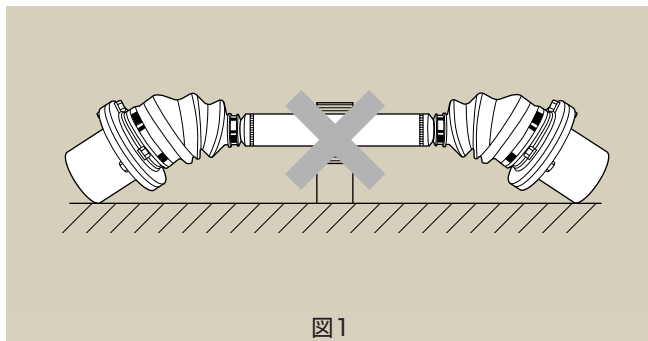
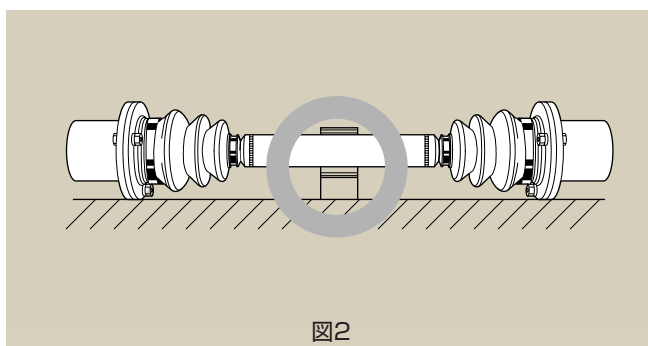

図1
図2
- 2) ブーツが変形しないようブーツ部が不安定な状態での保管（図1）を避け横置きで安定した状態で保管してください（図2）。